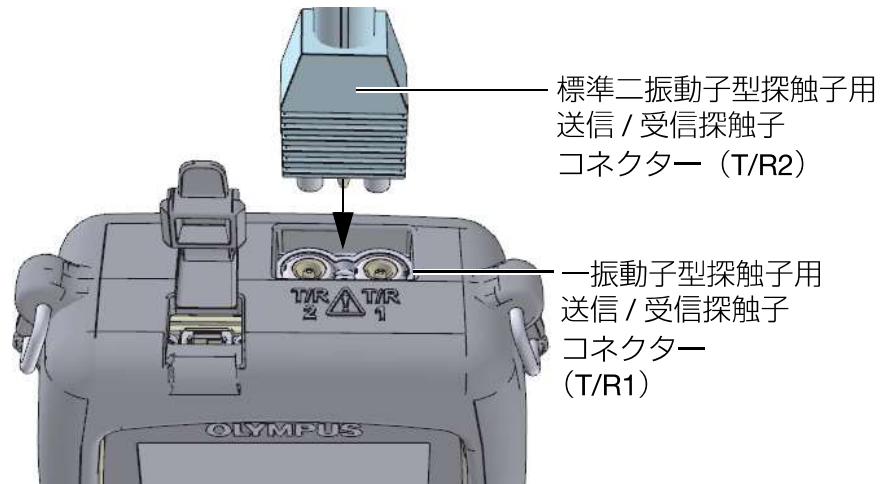

図 5-1 探触子を接続
1. 探触子を 45MG 本体の上部にある送信 / 受信探触子コネクタに差し込みます (52 ページ図 5-1 参照)。一振動子型探触子の場合には T/R 1 のみを使用します。